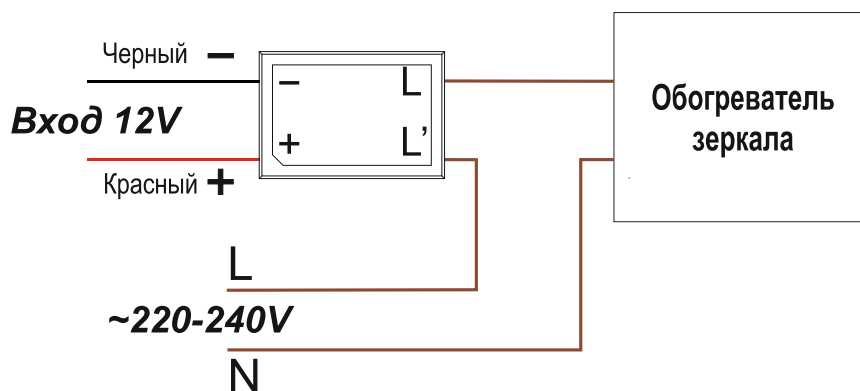

Рис. 2
- Схема подключения **реле-выключателя** дана на Рис. 2.